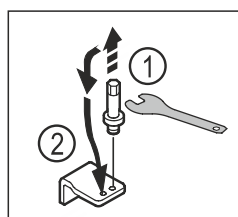

Fig. 14
- Skruva ur den undre lagerbockens bult med utvändigt sexkantsnyckel NV5. Fig. 14 (1)
- Sätt in bult på motsatta sidan. Fig. 14 (2)